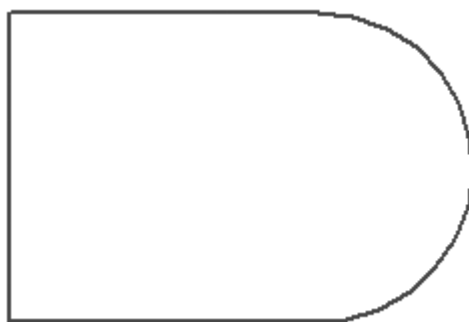

Рис. 2.17. Фигура, построенная при помощи одного вызова команды Непрерывный ввод объектов
7. Полученная фигура показана на рис. 2.17. Сохраните этот чертеж под именем Фигура.cdw.